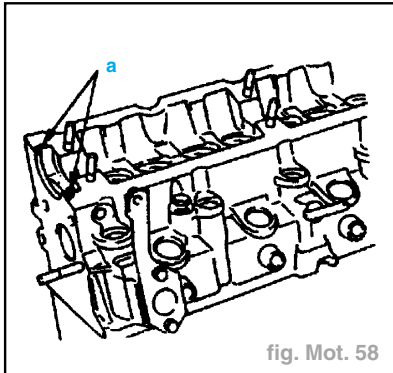

fig. Mot. 58
- Déposer une fine couche de produit d'étanchéité en (a) (fig. Mot. 58).